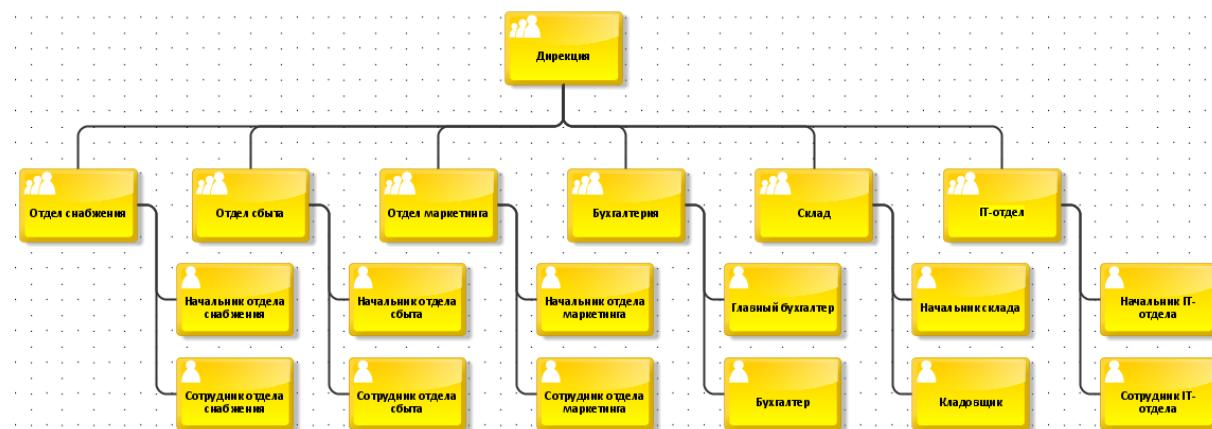

Рисунок 1.19
5. Связать добавленные организационные единицы с объектом «Дирекция» (рисунок 1.19).